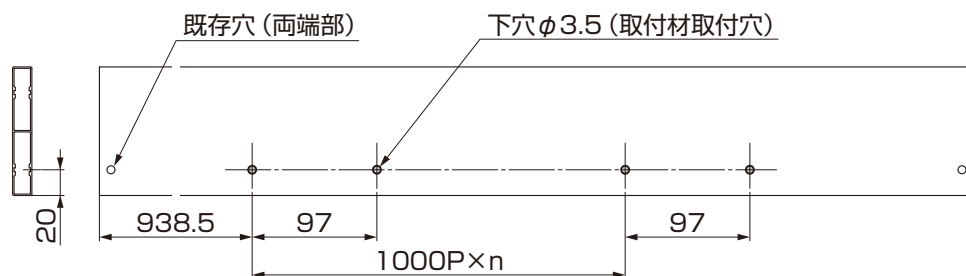
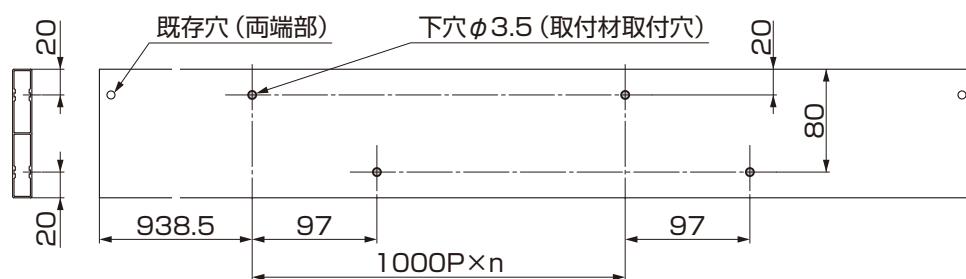
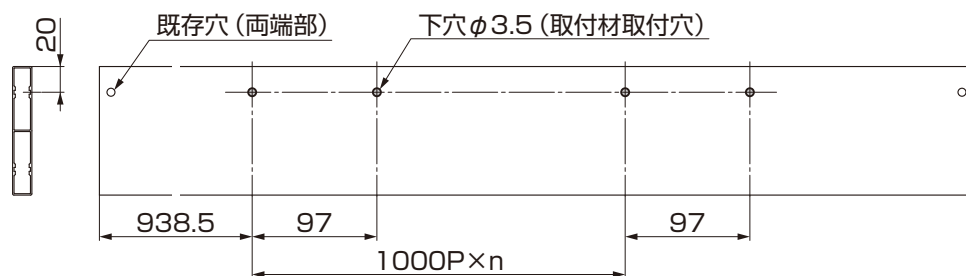

図1-3 最上部
図1-4 中間部
図1-5 最下部
①最上部、中間部、最下部の意匠板を加工してください。(図1-3、図1-4、図1-5参照)